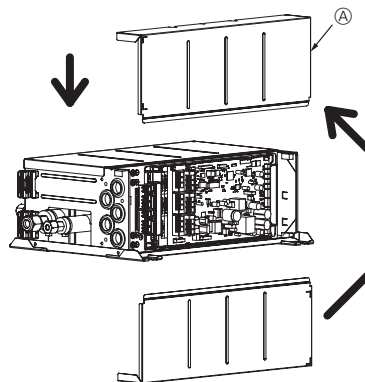

Fig. 4-5
4.1. Η κατεύθυνση της σωλήνωσης μπορεί να αλλάξει. (Fig. 4-4). [Διαδικασίες εργασίας] (Fig. 4-5)
① Αφαιρέστε τις βίδες σε κάθε μέρος.